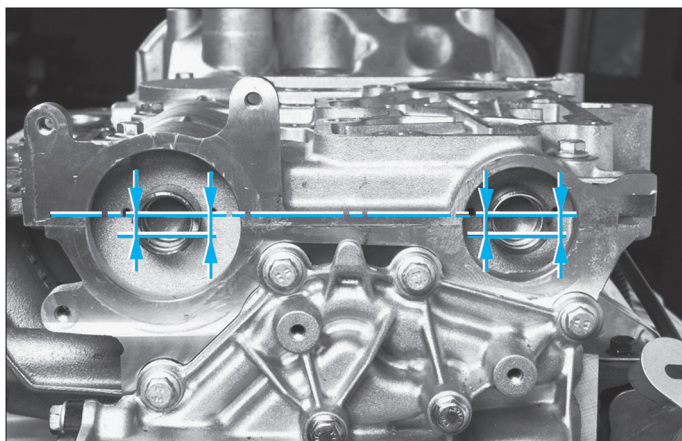

FIG. 17
- Tourner légèrement le moteur dans le même sens en engageant la pige de PMH jusqu'au point de calage du vilebrequin. Les rainures des arbres à cames doivent être au point de calage, horizontales et désaxées vers le bas (fig. 17).
- Vérifier que les rainures des arbres à cames soient au point de calage, horizontales et désaxées vers le bas (fig. 17).